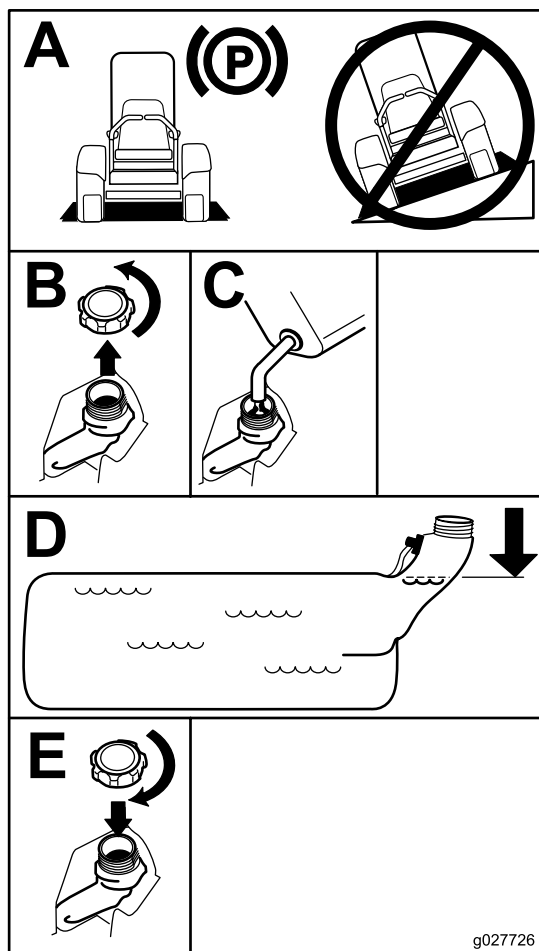

Figure 7
4. Remplissez le réservoir de carburant jusqu'à la base du goulot de remplissage (Figure 7).